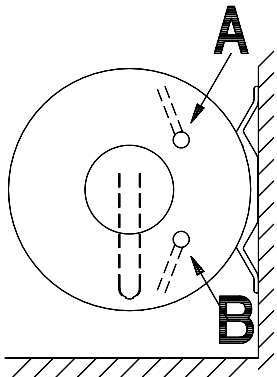

Fig. 4
- Fig.4 modèle horizontal vue latérale
- Fig.4 horizontal model, side view
- Fig.4 modelo horizontal - vista lateral
- Afb.4 horizontaal model zij aanzicht